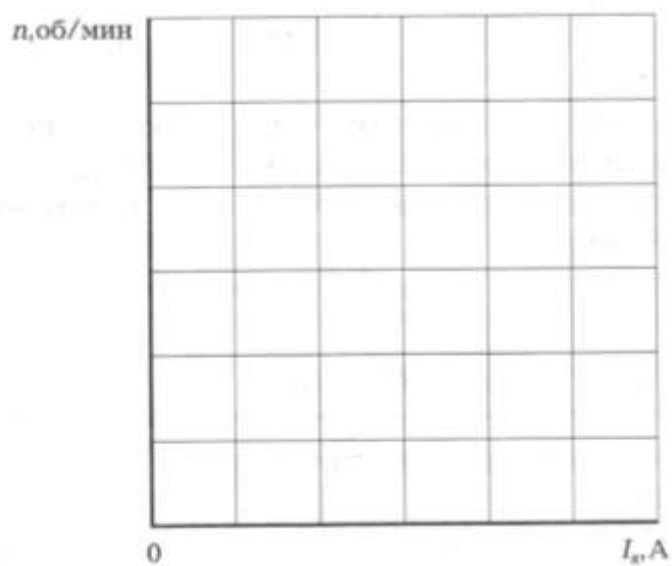

Рис. 9.2 Частотная характеристика двигателя
1. На основании данных табл. 9.2 вычислить ток якоря  $I_a$  и результаты занести в табл. 9.2. построить на рис. 9.2 частотную характеристику  $n = f(I_a)$ .